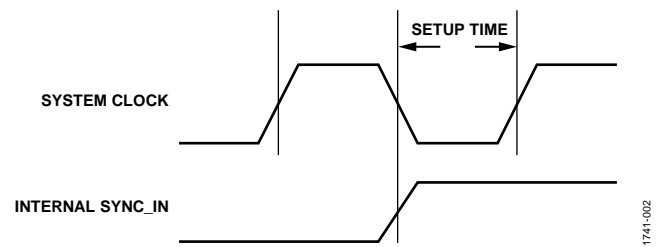
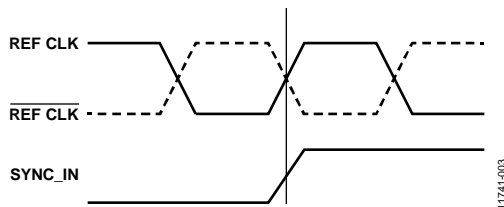

図 2. 必要とされる内部信号のタイミング
図3. 必要とされる外部信号のタイミング
2.5GSPS の最高クロック・レートで動作させる時、内部のシステム・クロックの周期は 400ps です。複数のデバイスの同期動作を行い、且つデバイス内部におけるタイミング・マージンを最大化させる為には、図 2 に示すように、SYNC\_IN のエッジを、システム・クロック周期の中央に持ってくる必要があります。
しかしながら、図2に示された SYNC\_IN と REF CLK 信号は、デバイス内部で伝搬している為、それらの信号の時間関係に直接アクセス出来ません。一方で AD9915 は外部にある SYNC\_IN ピンと、同じく外部にある REF CLK ピンにおいて、SYNC\_IN 信号の立ち上がり部のエッジが、REF CLK 信号の立ち上がり部のエッジと同時に入力されていれば、2.5GSPS 以下で動作している限り、内部信号のセットアップ・タイムが最小になるよう設計されています。SYNC\_IN と REF CLK との時間関係は図3を参照ください。
6. レジスタ 0x1B 内の SYNC\_OUT デイレイ調整用ビットの値を変化させ、マスター・デバイスにける SYNC\_IN の立ち上がりエッジと REF CLK の位相関係が、図3に示した最適な時間位置になるように調整します。